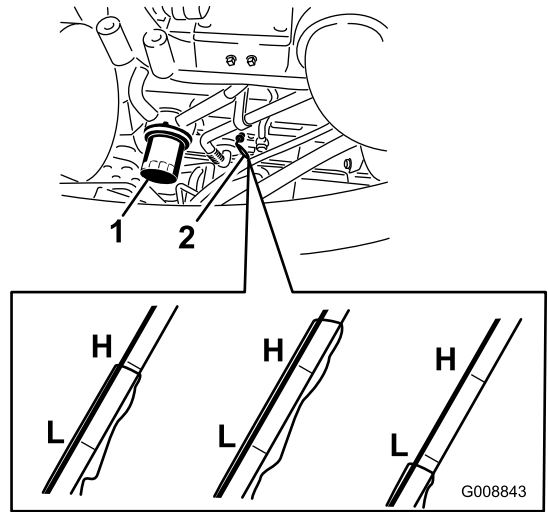

図 61
2. ディップスティック (図 61) を抜き取り、付いているオイルをウェスで拭き、もう一度一杯に差し込んで抜きとる。FULL マークまであればよい。
2. オイルフィルタ (図 61) を外す。新しいフィルタのシールに薄くエンジンオイルを塗って取り付ける。締めすぎないように注意すること。